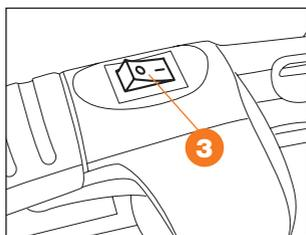

Рис. 16
- Включите клавишу зажигания **3** в положение «I» (Рис. 16).
- Нажмите кнопку включения зажигания **1** в положение «0» для остановки двигателя (Рис. 16).